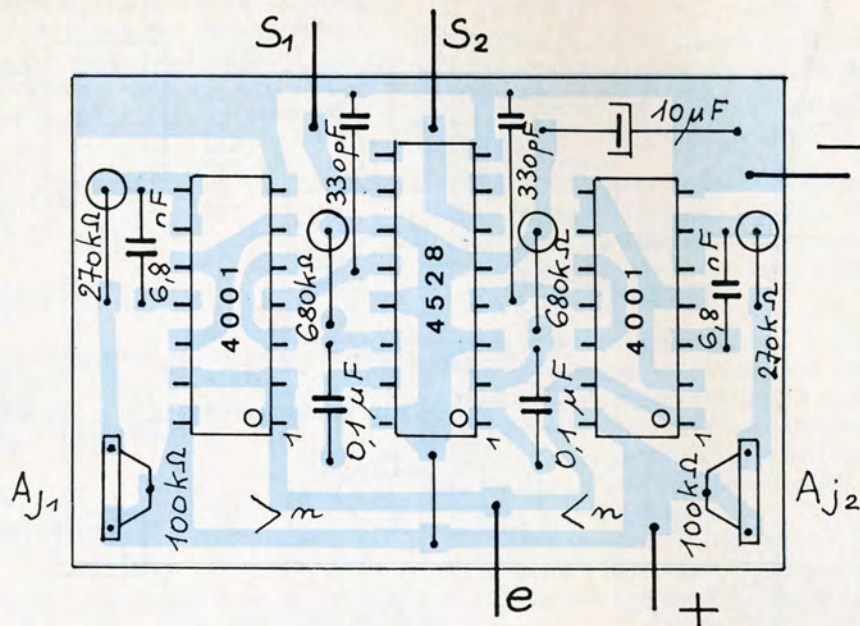

Fig. 13. - Pose des composants de la « boîte à relais ».
c) **Pose des composants** (voir fig. 13). Rien de particulier, hormis les précautions classiques.